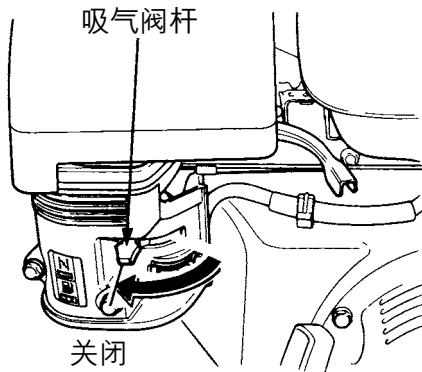

图24. 吸气阀杆关闭
6. 如果发动机已启动，缓慢地将吸气阀杆（图24）返回到**关闭**位置。如果发动机没有启动，重复步骤1到5。